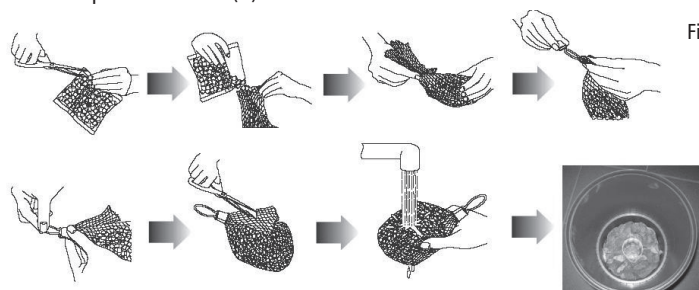

Fig. 2
- La masse filtrante biologique doit être placée dans la cuve du filtre tel qu'il est indiqué sur l'illustration (excepté pour le filtre Pressure-Flo 3000 UV-C) (Fig. 2).
- Vérifier que le couvercle (G) est verrouillé solidement avec la manette de blocage